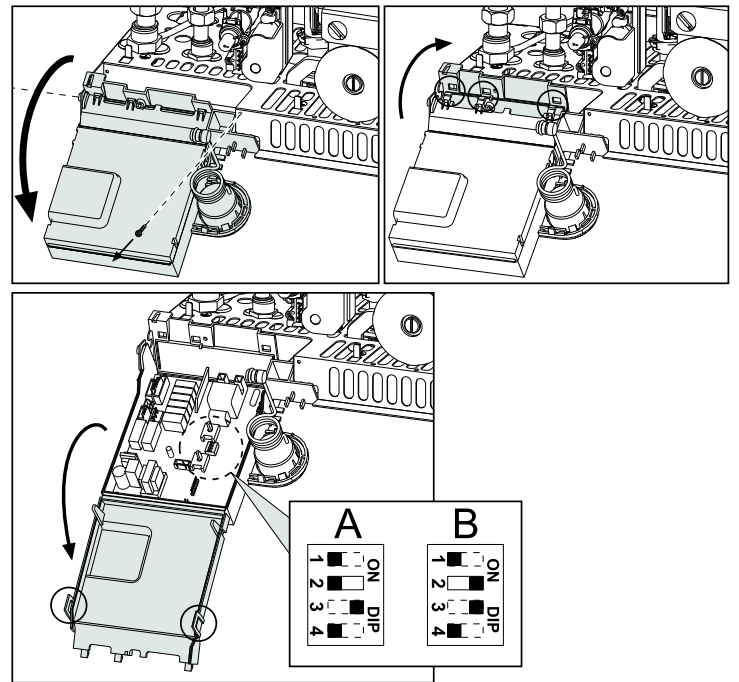

рис. 13
- Измените настройку DIP-переключателя №2: **OFF (ВЫКЛ)**=Метан (поз. "А"рис. 13) - **ON (ВКЛ)** = GPL (поз. "В"рис. 13).